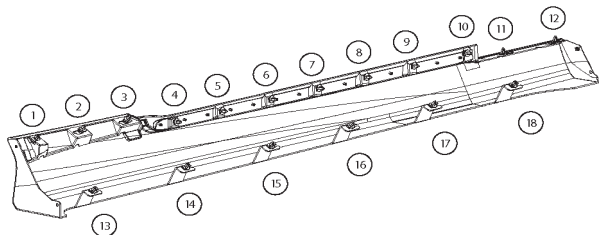

FIGURE 25
9. Insérer les agrafes de retenue en plastique fournies dans les logements et les charnières du revêtement de bas de caisse fourni (18 chaque côté). Se reporter à la Figure 25.
12. En commençant par l'avant, engager les agrafes de retenue en plastique dans les trous d'accouplement le long de tout le rebord supérieur du revêtement de bas de caisse. Se reporter à la figure 25.
13. Engager les agrafes de retenue en plastique dans les trous d'accouplement le long de toute la partie inférieure du revêtement de bas de caisse. Engager les fermetures à pression dans les trous correspondants, se reporter à la figure 25.